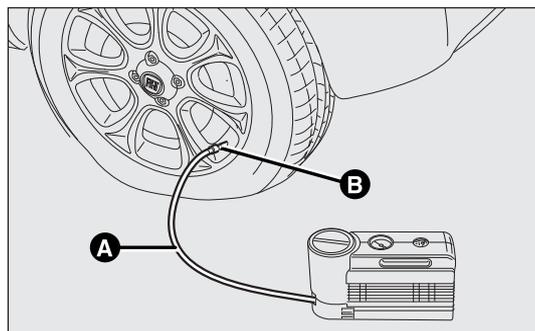

fig. 158
- Serrer le frein à main. Dévisser le capuchon de la soupape du pneu, extraire le tube transparent de remplissage A-fig. 158 et visser la bague B sur la soupape du pneu ;